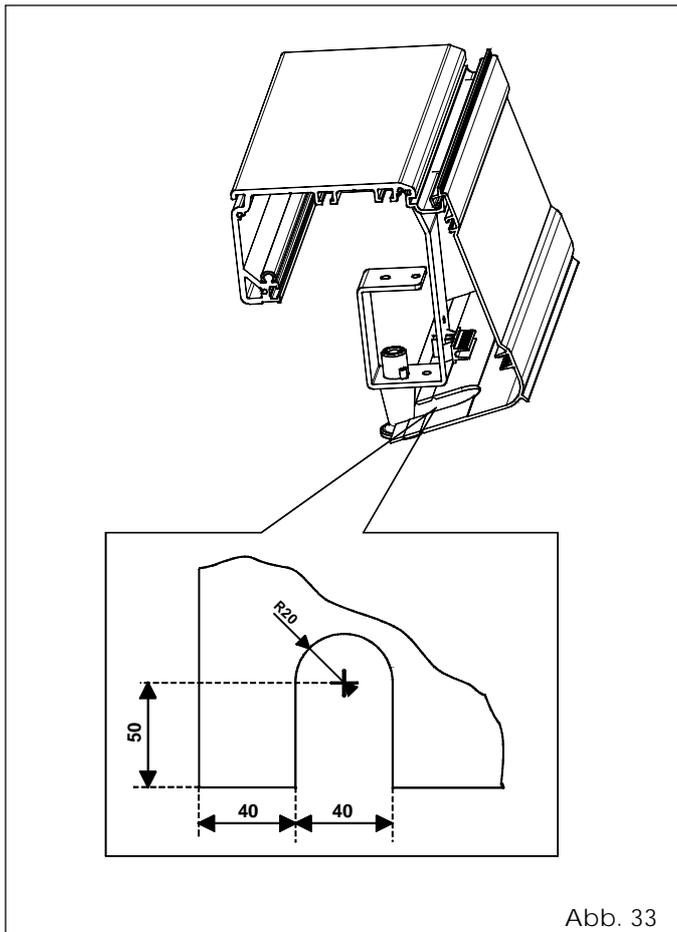

Abb. 33
- ANMERKUNG: Sollte eine interne Freigabe eingesetzt werden, muss diese für einen ordnungsgemäßen Abschluss der Schutzabdeckung unter Berücksichtigung der in der Abb. 33 angegebenen Maße geschnitten werden.